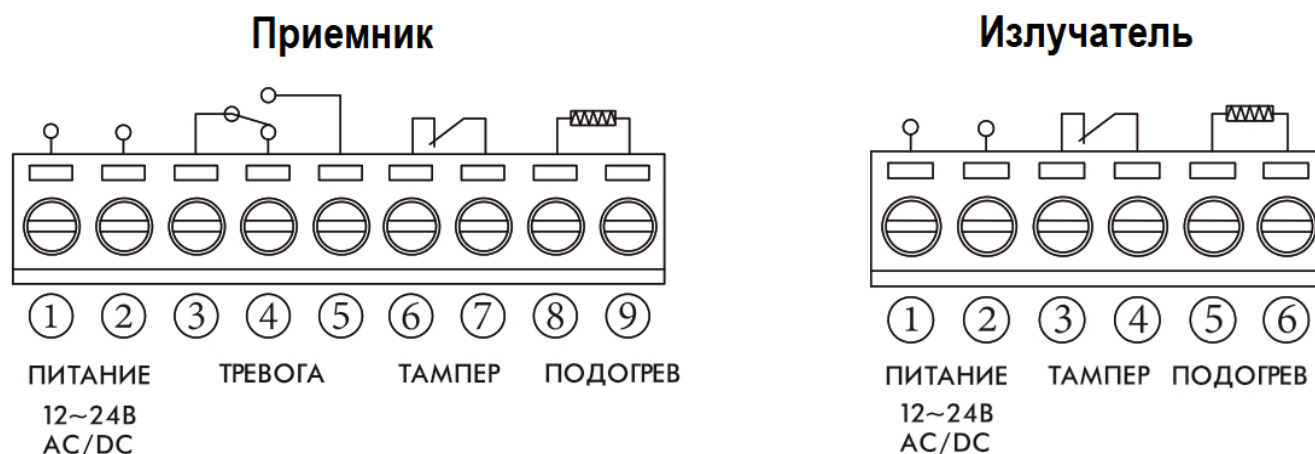

Рисунок 1.1 - Расположение контактов на клеммных колодках приемника и излучателя
Извещение «Вскрытие» формируется при вскрытии корпуса излучателя или приемника путем размыкания контактов тампера (контакты «6» и «7») - см. рисунок 1.1.
- а) клеммные колодки для подключения питания и шлейфов сигнализации (см. рисунок 1.1);
1.2.2.3 Модули подогрева подсоединяются к клеммным колодкам ПОДОГРЕВ излучателя и приемника (см. рисунок 1.1) без соблюдения полярности.